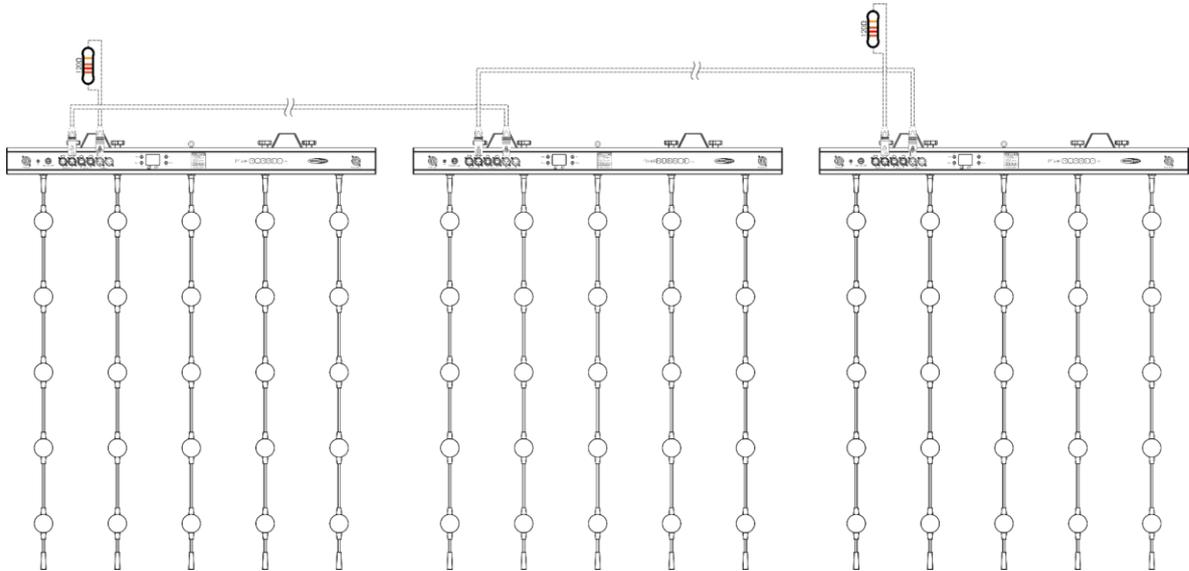

Fig. 07
- 02) Ripetere il passo 1 per collegare tutti i dispositivi come mostrato nella Fig. 07.